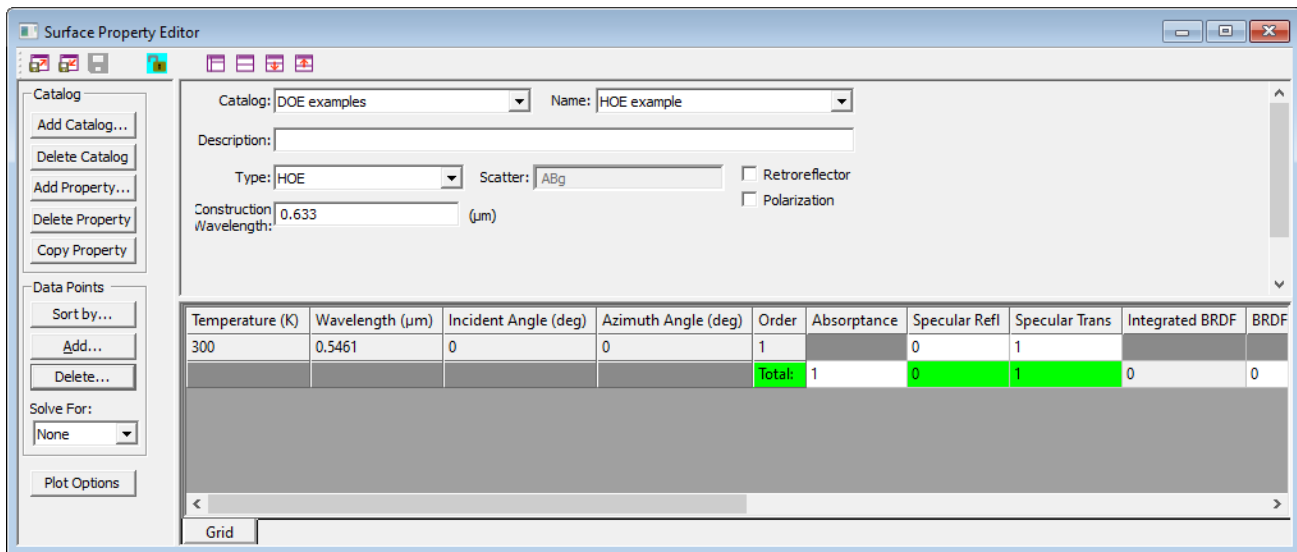

Figure 8. 完成したHOEタイプのサーフェスプロパティを示すサーフェスプロパティエディタ
7. データグリッドで、次数1のSpecular Trans値を1.0に設定し、吸収率を0に設定します。面に入射するすべての光束は、次数1の透過ビームに向けられます。完成したプロパティは図8のように表示されます。プロパティを保存して、サーフェスプロパティエディター ウィンドウを閉じます。